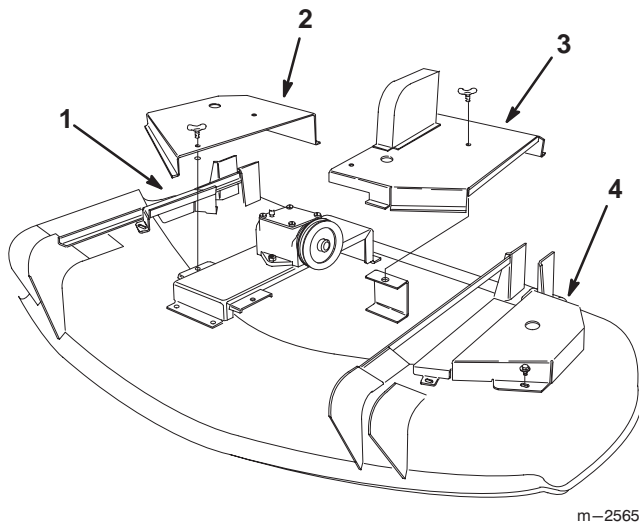

Bild 25
1. Drehen Sie die Flügelbolzen, mit denen die linke und rechte mittlere Abdeckung abgesichert werden, um je eine viertel Umdrehung entgegen dem Uhrzeigersinn. Entfernen Sie dann die beiden mittleren Schneidwerkabdeckungen (Bild 25).
2. Entfernen Sie die Bundschrauben, mit denen die linke und rechte Schneidwerkabdeckung befestigt werden und entfernen beide Abdeckungen (Bild 25).
7. Montieren Sie die vier Schneidwerkabdeckungen (Bild 25).